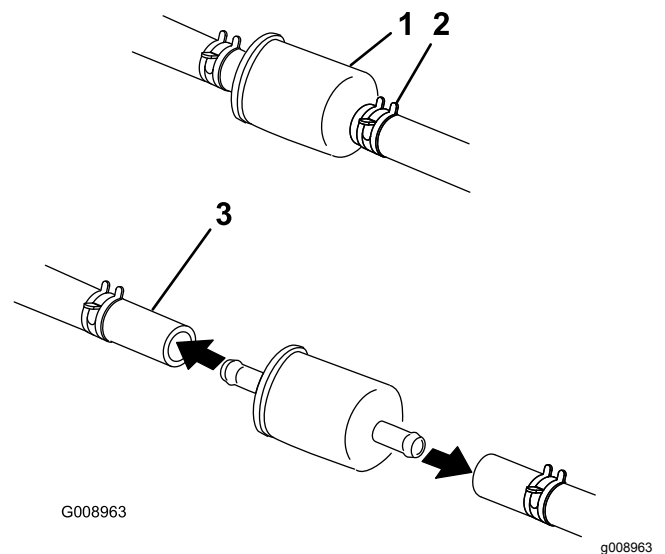

Figure 46
5. Fermez le robinet d'arrivée de carburant sous le siège (**Figure 46**).
6. Pincez les extrémités des colliers et éloignez les colliers du filtre (**Figure 46**).
8. Posez un filtre neuf et rapprochez les colliers de fixation du filtre (Figure 46).